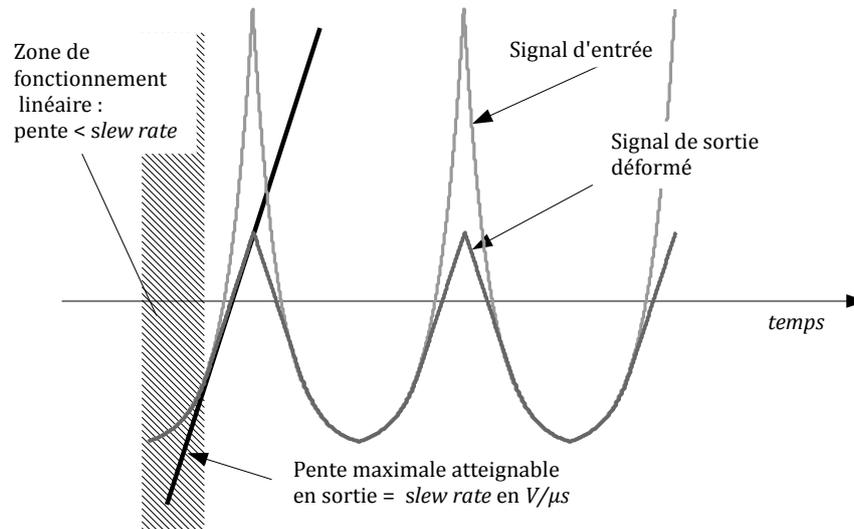

FIGURE 1 – Illustration de la déformation due à la limitation du *slew-rate*, pour un montage suiveur (gain unitaire)
**A propos du *slew-rate*** Le *slew-rate* est une limite d'utilisation des ALI en régime linéaire. Cette limitation se traduit par une déformation du signal de sortie comme illustrée par la figure 1.